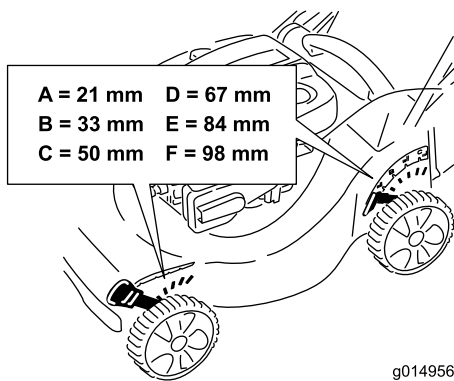

Figura 11
**Nota:** Para elevar el cortacésped, mueva ambas palancas de altura de corte hacia adelante; para bajar el cortacésped, muévalas hacia atrás (Figura 11).